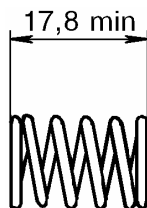

Рис. 38.
16.2.4 Пружина 2101-3512103 поршня, рис. 38.**Допускается:**